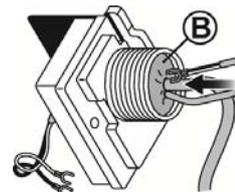
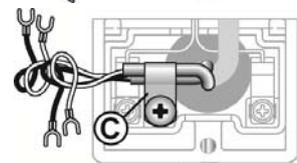

Fig.6
Fig.7
3. Pasar el(los) cable(s) del comando remoto a través del pasacables (B), dejando cable suficiente para poder fijarlo(s) con la brida suministrada en el punto previsto (C) (Fig.6 y Fig.7)